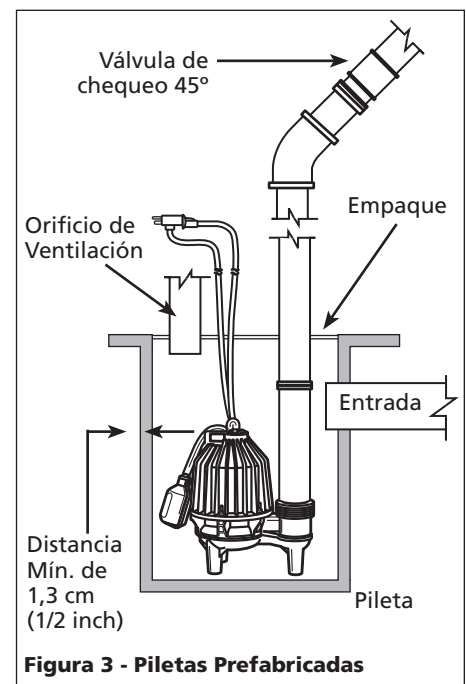

Figura 3 - Piletas Prefabricadas
6. Esta bomba tiene un interruptor/ flotante desmontable con un enchufe incorporado (vea la Figura 3). La longitud del cordón entre el flotante y la abrazadera no debe ser menos de 8,26 cm (3-1/4 inch) y no se debe usar en una pileta de menos de 35,6-cm (14 inch) de diámetro. Si va a usar un diferencial diferente al fijado de fábrica, cerciórese de que cuando la bomba se apague todavía haya por lo menos 10,2-cm (4 inch) de agua en la pileta de modo que el impulsor permanezca sumergido.